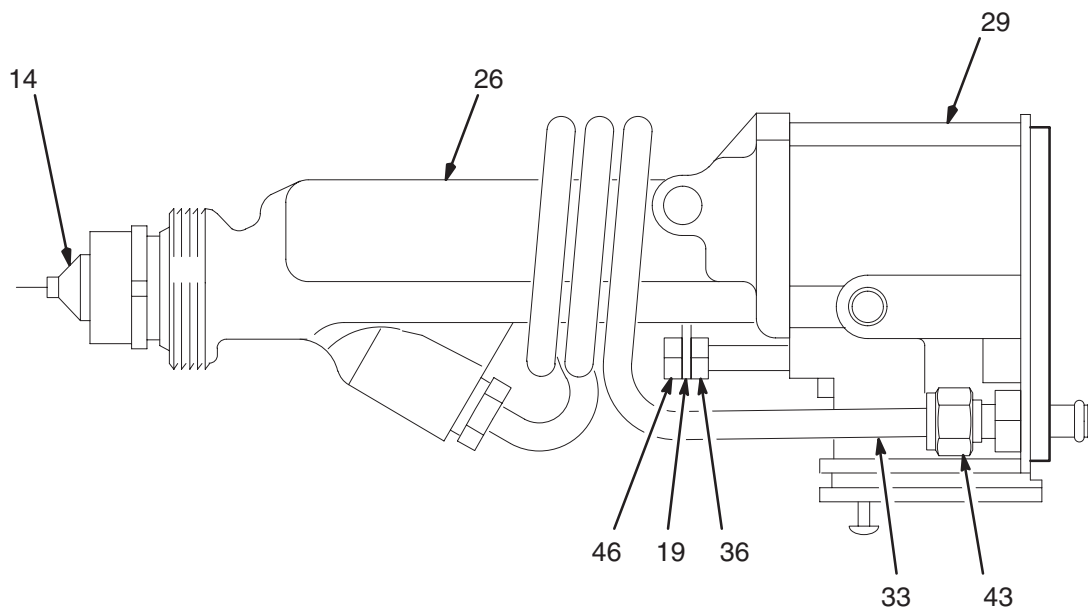

Fig. 21
1. Desserrer avec précaution l'écrou du raccord produit (43). Tirer le tube (33) hors du raccord. Voir la Fig. 21. S'assurer que la bague et l'écrou restent sur le tube.
2. Retirer l'écrou de blocage (46) et le bras d'actionnement (19).